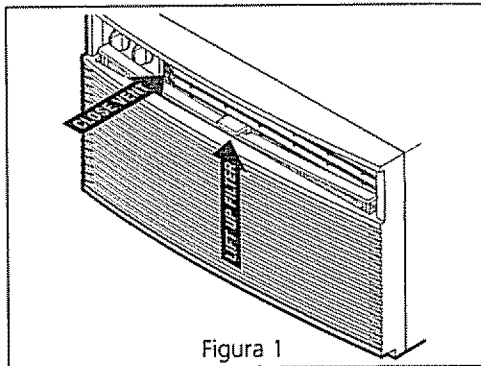

Figura 1
- En algunos modelos, empuje la manija de control de ventila a la posición de OFF (APAGADO). Levante el filtro directamente hacia arriba y afuera (Figura 1)